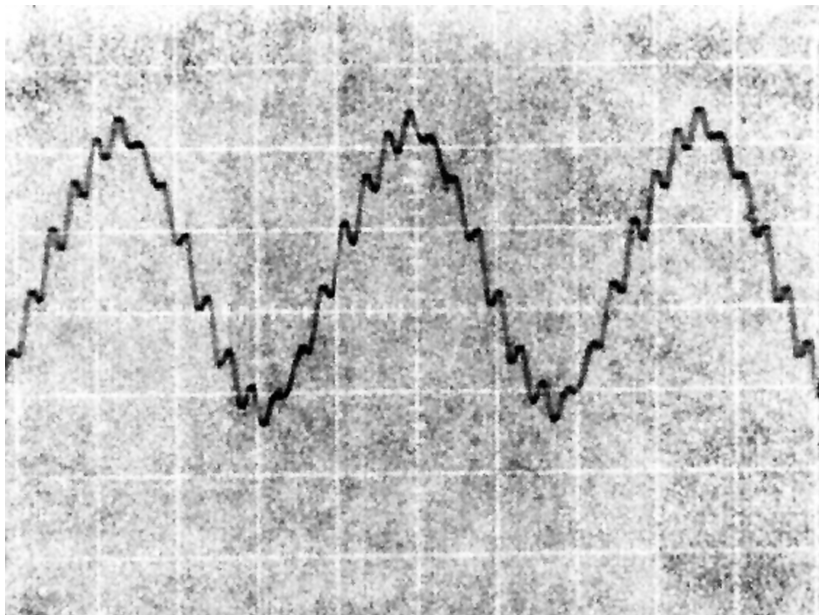

图 6-8 IC02 ~ IC05 的 MOSFET 开关管外壳感应波形
2) 测量 IC02 ~ IC05 的 4 只开关管各脚电压, 如图 1-1 所示。一是先测量 IC02 ~ IC05 的 3 脚供给电压, 如果 3 脚电压不正常, 多为 F01 熔丝烧断, 说明 4 只开关管组成的推挽输出电路存在严重的短路故障。二是测量 2、4 脚的激励电压或脉冲波形, 如果 2、4 脚电压或波形不正常, 则故障在 IC01 脉冲形成电路, 否则故障在 IC02 ~ IC05 的 4 只开关管功率输出电路。三是测量 5 ~ 8 脚输出端的电压和脉冲波形, 输出端的电压正常时多为 3 脚供给电压的一半; 由于双开关管输出的波形较强, 用示波器探头靠近双开关管外壳, 即可感应出 2V 左右的交流信号, 如图 6-8 所示。如果哪个开关管电路电压不正常或无波形输出, 用电阻测量法对可疑开关管相关电路进行测量。